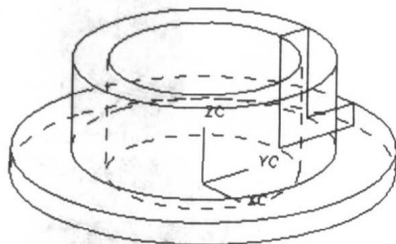

图 1-11 零件 1 的实体
(2) 选取【插入】/【成形特征】/【回转】命令, 以 ZC 轴为中心轴旋转前一步绘制的草图 360° , 生成零件 1 的实体, 如图 1-11 所示。